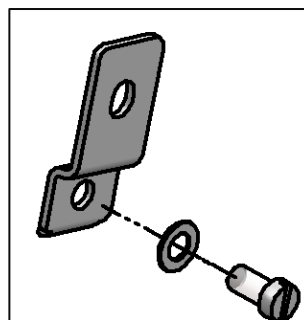

Fig. 5-2 Vægfastgørelsessæt
- Hæng den elektriske bedøvelsesapparatet i en højde på mindst 1,6 m med vores vægfastgørelsessæt* (Fig. 5-2). Til ophængningen skal bruges de fire fastgørelsesshuller på bagsiden af den elektriske bedøvelsesapparatet.